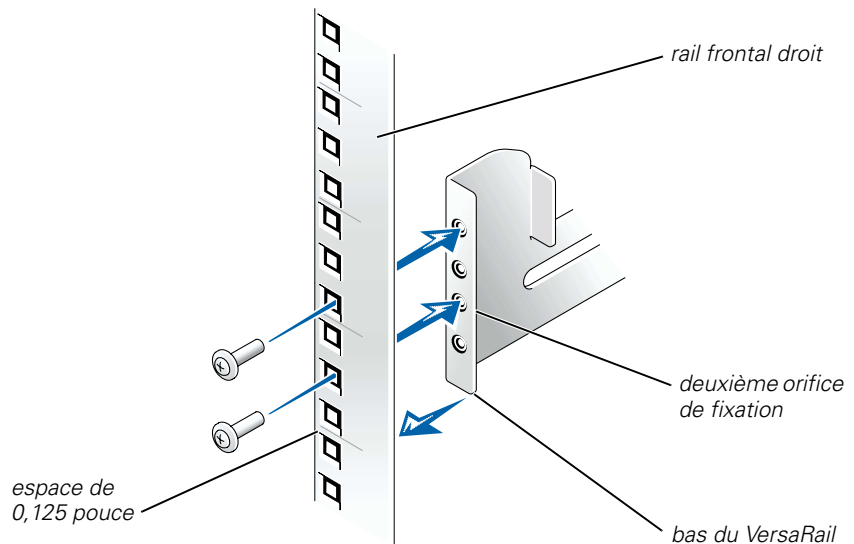
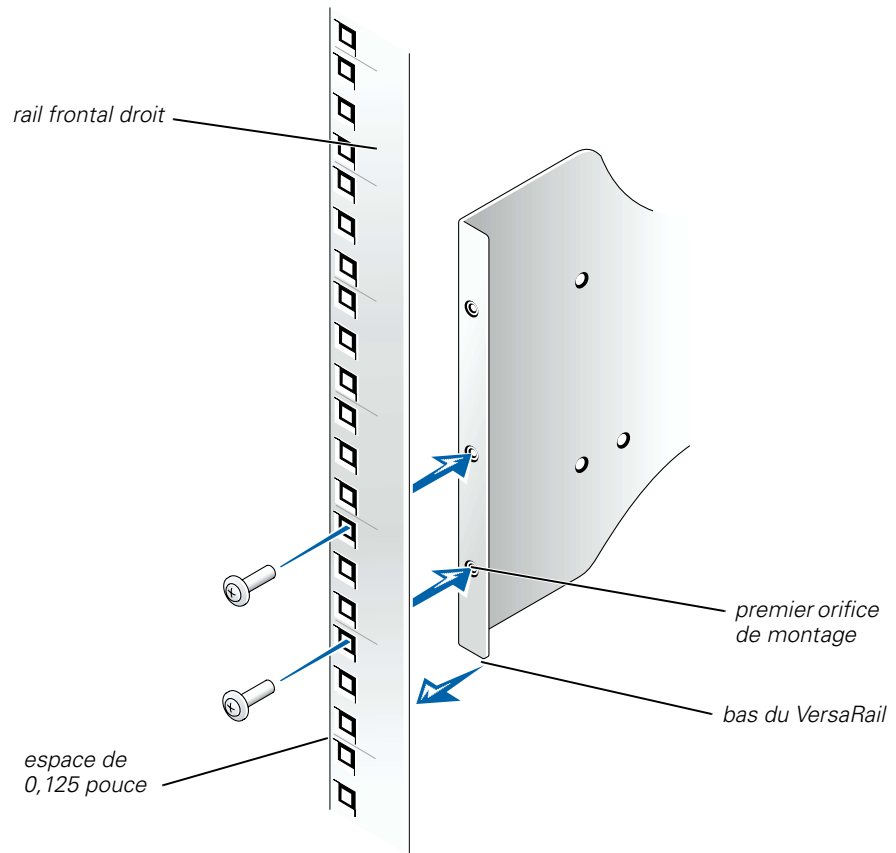

Figure 2-1. Alignement et installation du VersaRail pour les systèmes 2U sur le rail vertical frontal
Figure 2-2. Alignement et installation du VersaRail pour les systèmes 4U sur le rail vertical frontal
2. Placez la patte de montage du VersaRail sur la face intérieure du rail vertical frontal du rack pour aligner le VersaRail sur l'espace de 0,125 pouce du rail (voir la Figure 2-1 pour les systèmes 2U et la Figure 2-2 pour les systèmes 4U et 7U).
3. Fixez la face avant du VersaRail au rack à l'aide de deux vis Phillips (voir la Figure 2-1 pour les systèmes 2U et la figure Figure 2-2 pour les systèmes 4U et 7U).
REMARQUE : Veillez à utiliser les orifices de fixation, comme indiqué dans les figures Figure 2-1 et Figure 2-2, pour fixer l'avant du VersaRail au rack. Les deuxième et quatrième orifices de montage au bas du VersaRail permettent d'installer un système 2U dans le rack. Le premier et le deuxième orifices de montage au bas du VersaRail permettent d'installer un système 4U ou un système 7U dans le rack.